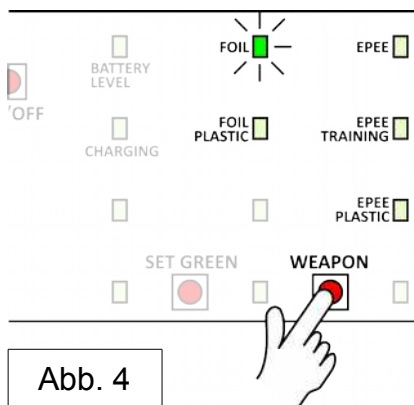

Abb. 4
(1) Für die Auswahl der gewünschten Waffe, die Taste WEAPON wiederholt drücken, bis die grüne LED der gewünschten Waffe leuchtet (siehe Abb. 4).